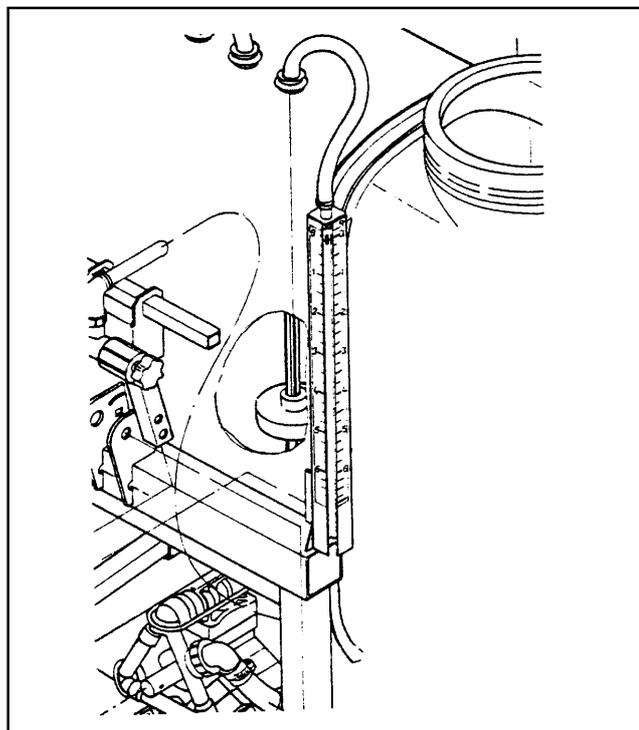

Fig. 7.3
- Vous pouvez lire le niveau de bouillie contenue dans la cuve à l'aide de l'index (fig. 7.3/1) sur l'échelle graduée (fig. 7.3/2) de l'indicateur de niveau.